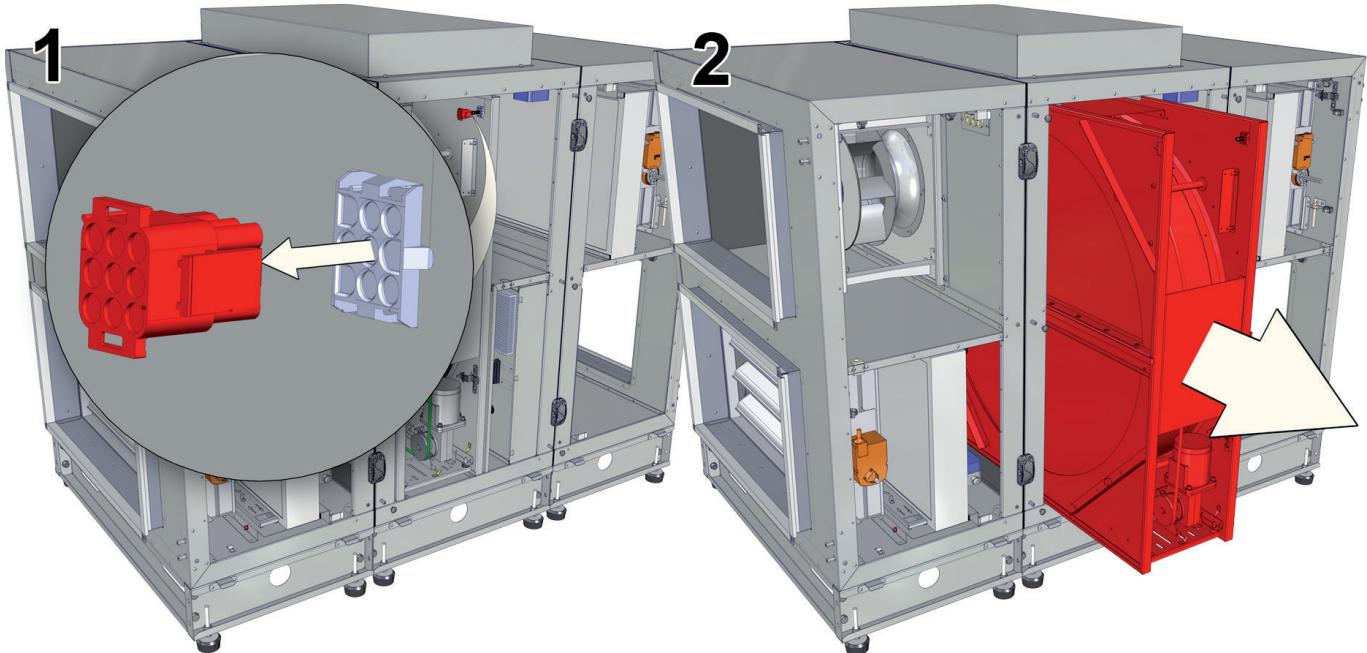

Рис. 22.1. Демонтаж регенератора 2500–3500 H-V4-ECO.
- Извлеките регенератор, как показано на рис. 22.1–Рис. 22.2 (в зависимости от типоразмера вентустановки) и защитите двигатель регенератора от попадания жидкости.